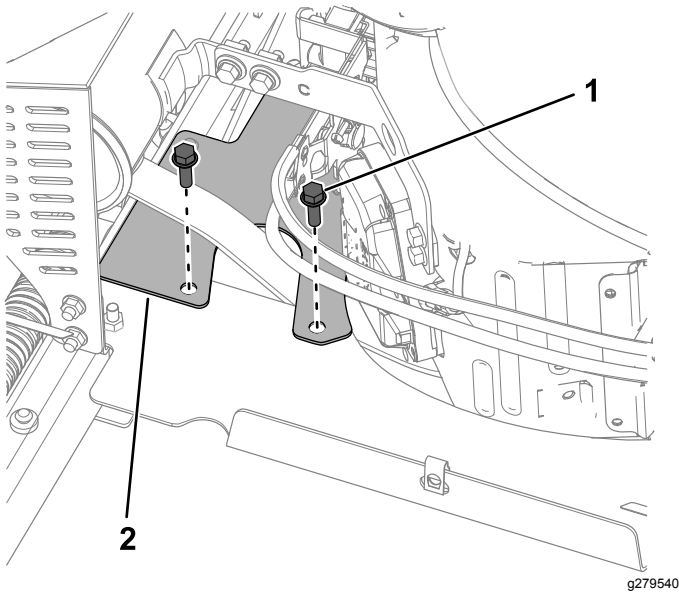

Bild 33
2. Montieren Sie die Riemenabdeckung, wie in Bild 33 dargestellt. Ziehen Sie die Schrauben mit 20-24 Nm an.